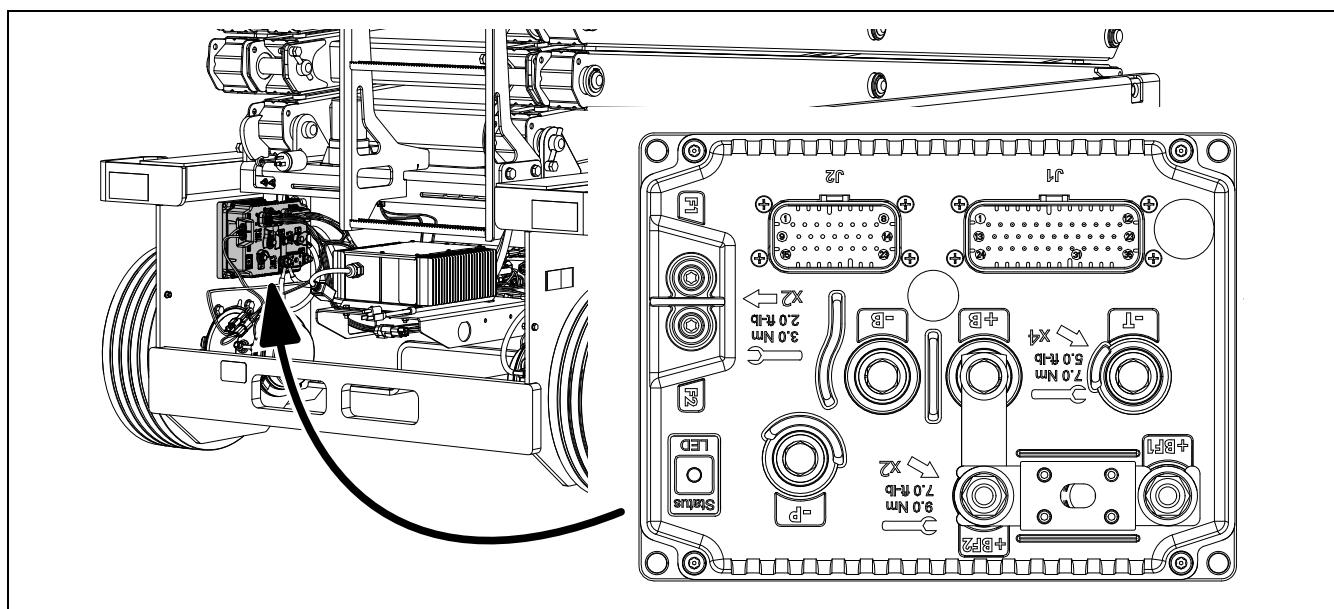

Figura 3-20. Localização e orientação do módulo de alimentação ZAPI (todos os modelos)
O módulo de alimentação está localizado dentro da cobertura traseira da máquina na parte traseira esquerda da máquina, conforme mostrado em Figura 3-20., Localização e orientação do módulo de alimentação ZAPI (todos os modelos). Siga as instruções a seguir ao substituir o módulo de alimentação.
5. Ao instalar o módulo de alimentação, verifique se os terminais estão orientados conforme mostrado em Figura 3-20.